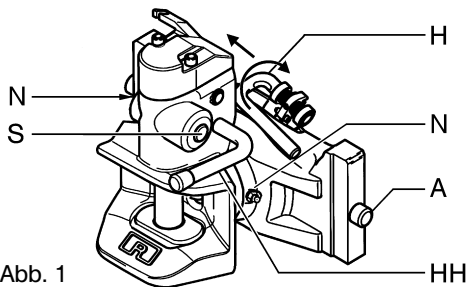

Abb. 1
- Handgriff (H) der Kurvenscheibe nach oben drehen und nach links drücken: Arretierbolzen (A) bewegen sich nach innen (s. Abb. 1)
- Kupplung in Schwebestellung halten und zugleich Handgriff (H) wieder nach rechts drehen, um das Einrasten zu unterstützen
- Handgriff in anliegender Position loslassen (s. Abb. 1)
**Kontrolle:** Der Handgriff (H) darf sich in gesicherter Stellung nur ca. 4 mm nach links drücken lassen.